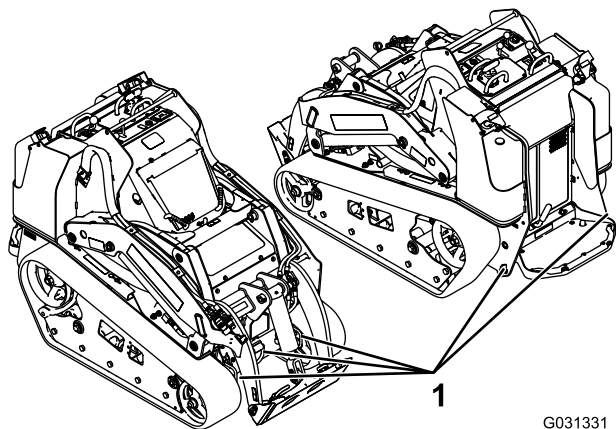

Bild 34
6. Befestigen Sie die Maschine mit den Metallbefestigungsschleifen und Riemen, Ketten, Kabel oder Seilen am Anhänger oder Pritschenwagen (Bild 34).
Sie können die Maschine mit den Vergurtungsstellen bzw. Hebeschlaufen als Hebestellen anheben, wie in Bild 34 abgebildet.